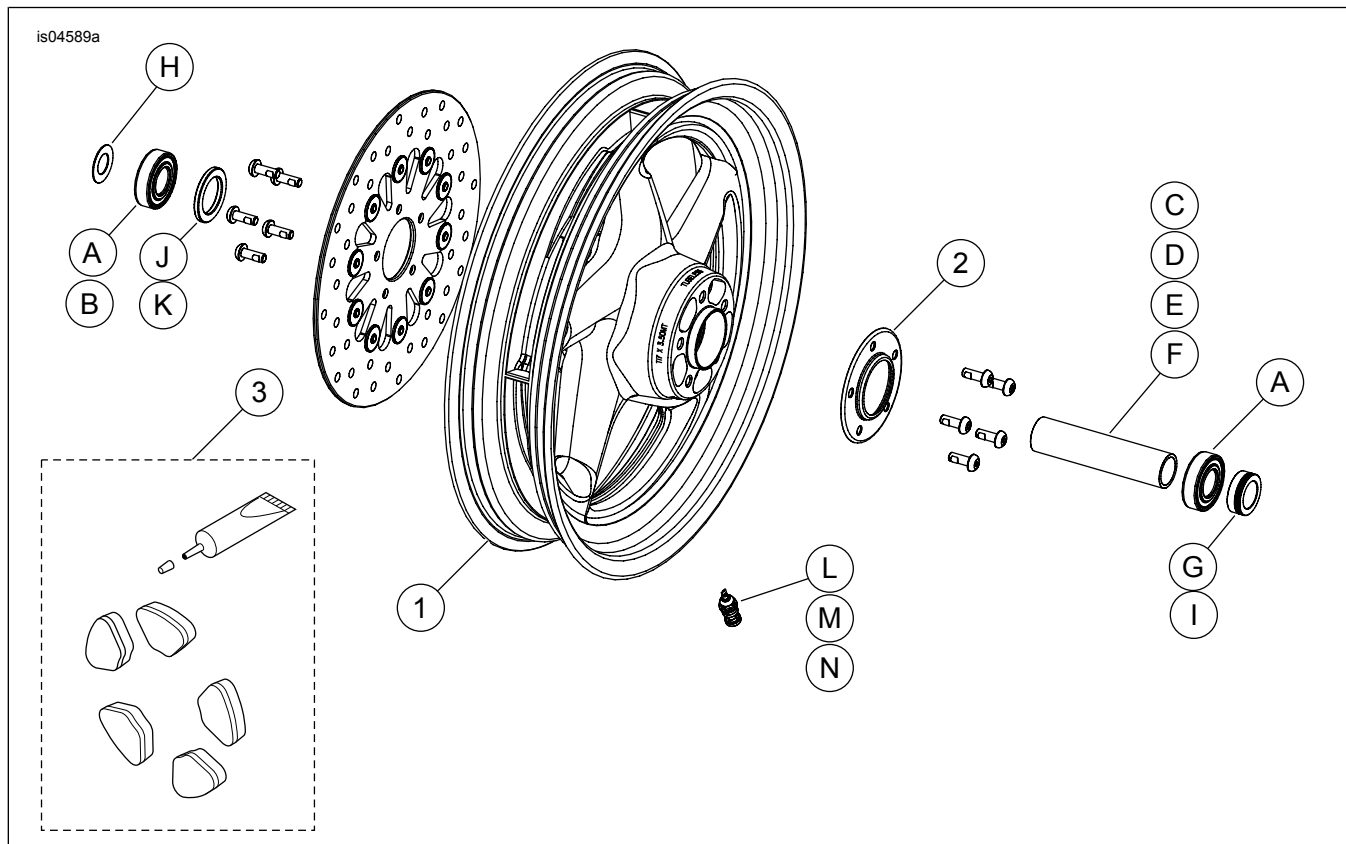

Figura 2. Ruota anteriore Reaper (è mostrata la ruota da 21 pollici)
2. Vedere Figura 2. Installare il gruppo dello stelo della valvola (L) sulla ruota. Vedere PNEUMATICI nel manuale di manutenzione.